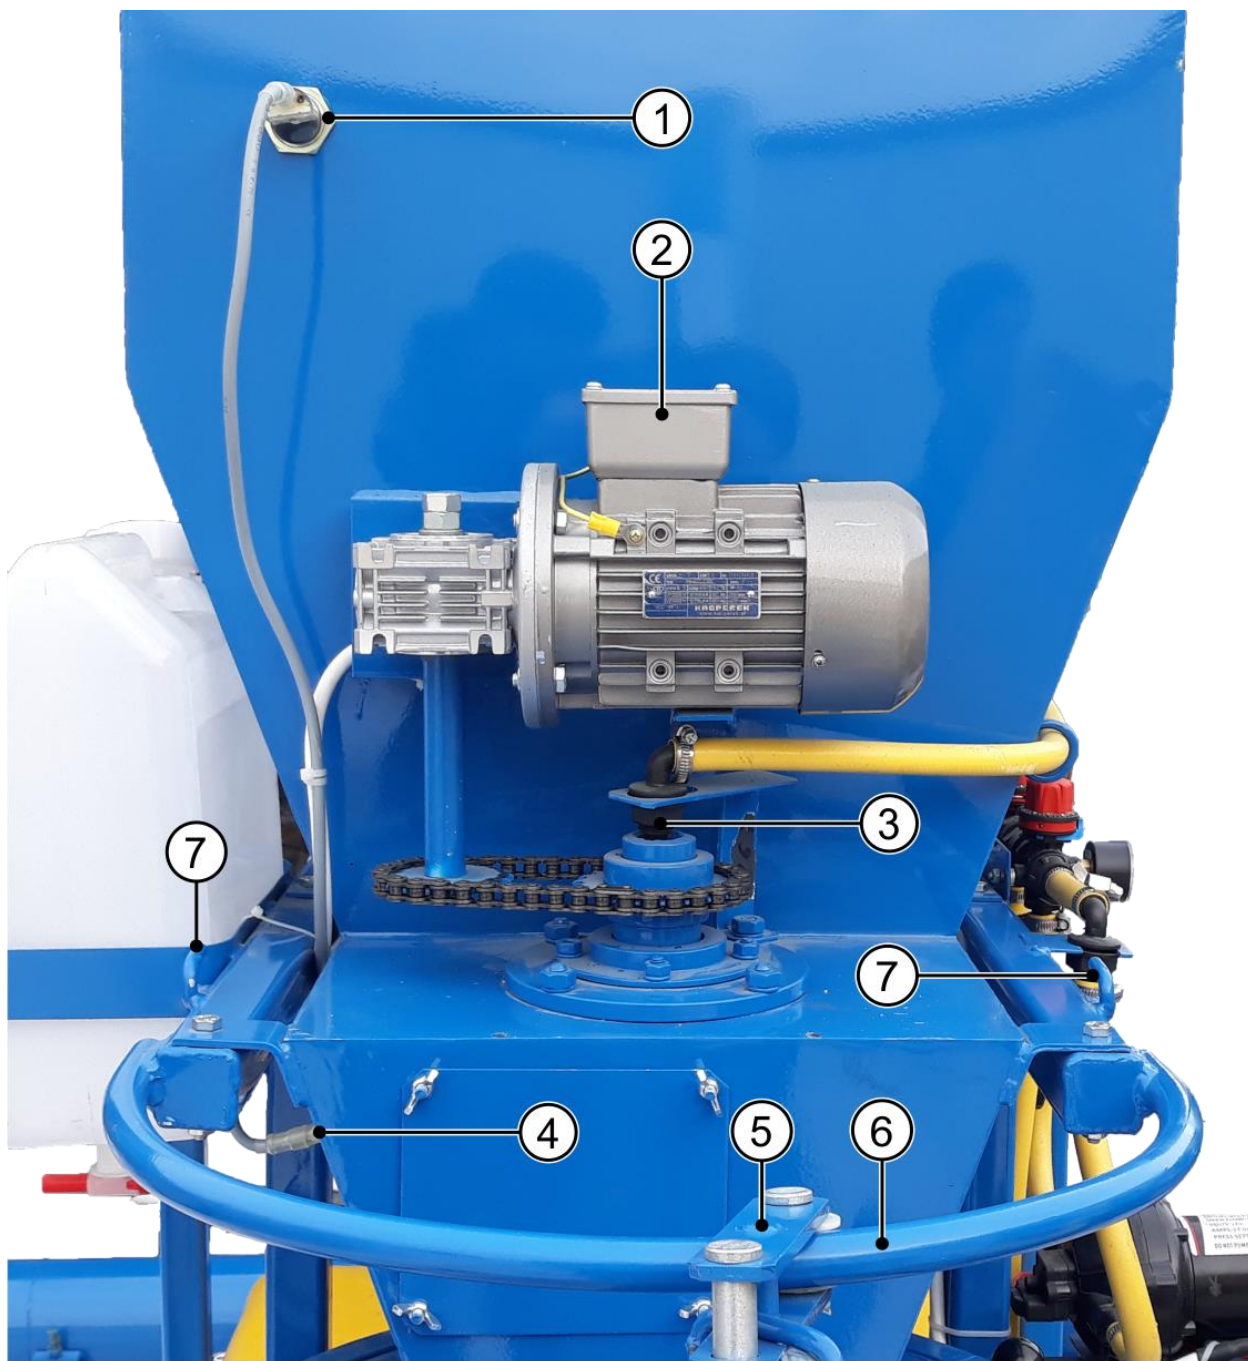

Рис. 10. Бункер зерновой (задний кожух снят).
- 2.3. Подача семян и рабочей жидкости в камеру протравливания синхронизирована с помощью трех датчиков (*Рис. 10*), которые смонтированы на бункере семян. Приводом загрузочного шнека управляют верхний и средний датчики, приводом самохода, насоса и дозатора зерна - нижний.
Для фиксации выгрузного шнека при угле 90 градусов относительно положения протравливателя, использовать кронштейн 7 (Рис. 10). При этом положение бегунка 5, переместится по направляющей дуге 6 в самое крайнее положение. Зафиксировать положение цепью за кронштейн 7.